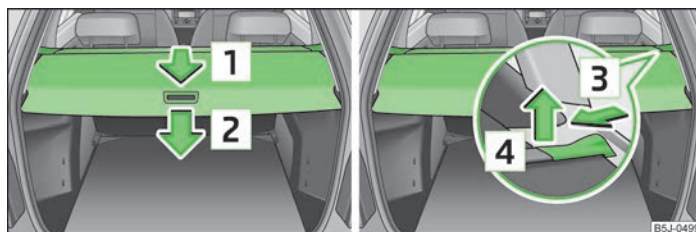

Fig. 49 Portbagajul: Masca rulată a portbagajului / Demontarea măștii rulante a portbagajului
- » Trageți masca rulată a portbagajului până la limită în sensul săgeții [1] » fig. 49, în poziția asigurată.